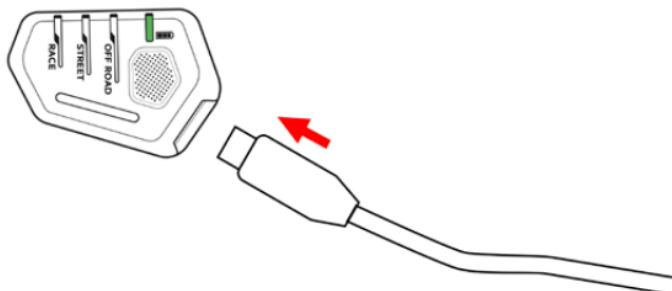

Figura 13: LED de Nivel de Batería (3d) parpadeando durante la Recarga del Sistema
El Sistema se entrega con un Cable de Carga USB Tipo C (7). Para cargar el Sistema, el Usuario debe conectar el Cable de Carga USB Tipo C estándar (7) suministrado con el Sistema al Puerto de Carga USB Tipo C (3e) presente en la Pantalla LED (3). Una vez en carga, la pantalla LED (3) mostrará diferentes colores parpadeantes en el LED de nivel de batería (3d) como se muestra en la Figura 13, de acuerdo con la descripción proporcionada en la Sección 8, "Resumen de Indicaciones de la Pantalla LED Display (3)." Cargar completamente el Sistema antes de su primer uso.